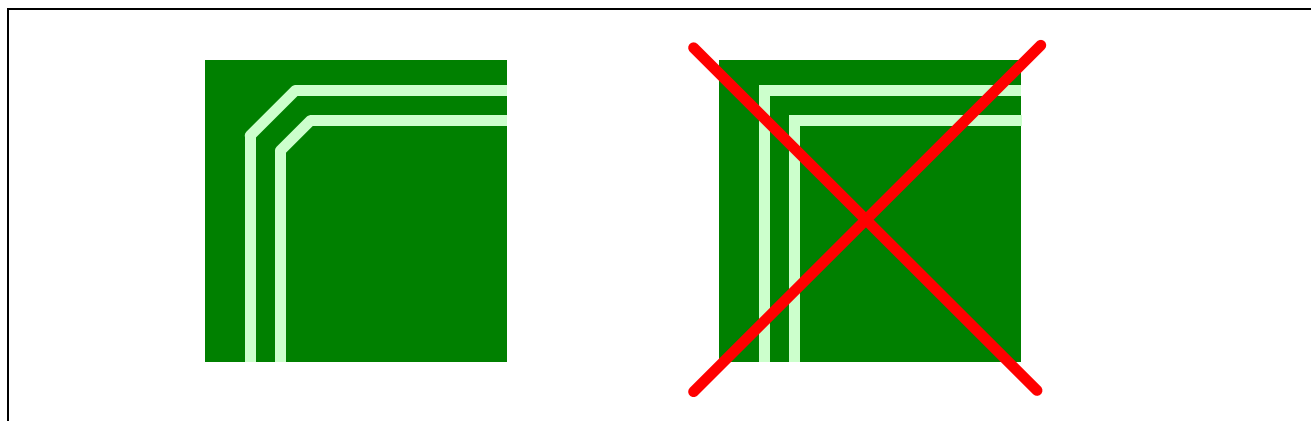

図6.7 差動信号伝送路の配線例 (2)
- 配線を曲げる際には 135 度より大きい角度にしてください。（図 6.7 差動信号伝送路の配線例（2））